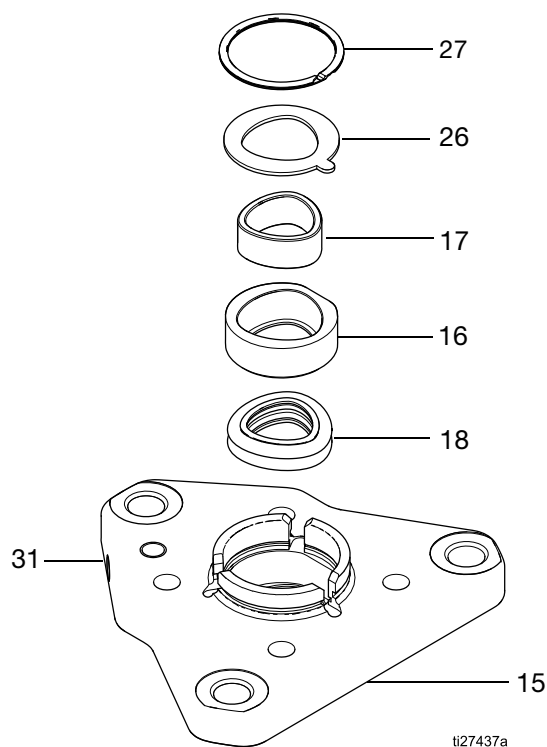
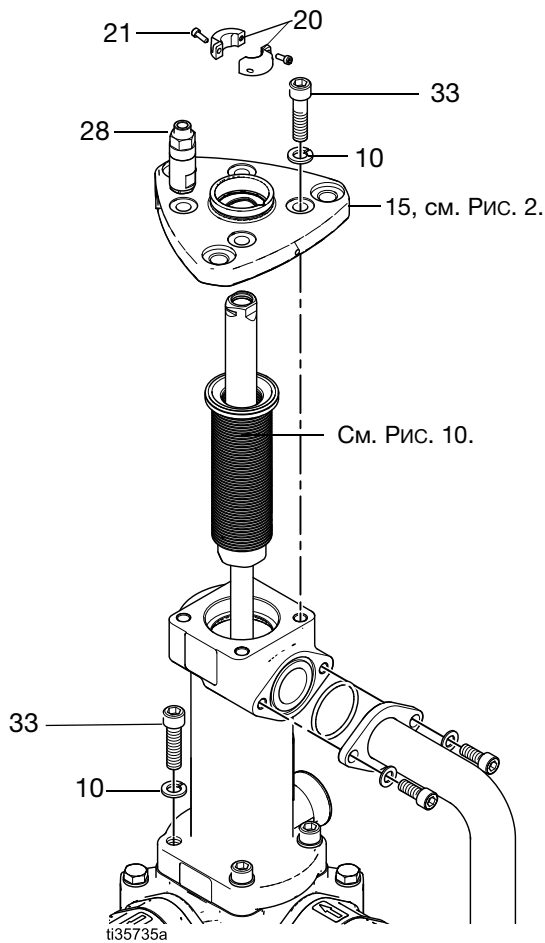

Рис. 2. Верхняя пластина в сборе
Рис. 8. Разборка или обратная сборка сильфонной секции
1. Снимите фиксирующую муфту (20), выкрутив винты (21).
2. Извлеките четыре винта с колпачком (33) и шайбы (10) из верхней пластины (15).
3. Аккуратно поднимите верхнюю пластину (15) вверх для снятия с сифонной камеры (13). Следите за тем, чтобы верхняя пластина (15) сохраняла горизонтальное положение.
ПРИМЕЧАНИЕ. См. Рис. 2, стр. 8. Стопорное кольцо (27), стопорная шайба (26), гнездо подшипника (16), подшипник (17) и опорное уплотнение (18) вставлены в верхнюю пластину (29) и снимаются вместе с ней.
4. Если сифон поврежден, также снимите клапан сапуна (28) с верхней пластины. Удалите все остатки краски из канала для жидкости.
См. Рис. 2, стр. 8.
- Установите верхнюю пластину в сборе (15) (см. Рис. 2, стр. 8) на сильфон в сборе (14), совместив выступы на гильзе сильфона (22) с выступами на опорном уплотнении (18). Для установки в требуемое положение поворачивайте с шагом 90°, следя за тем, чтобы отверстия для болтов совпадали.
2. Зафиксируйте нижний корпус (8) в тисках.
3. Снимите фиксирующую муфту (20), выкрутив винты (21).
4. Извлеките четыре винта с колпачком (33) и шайбы (10) из верхней пластины (15). Это позволит сильфону вращаться вместе с верхней пластиной. См. Рис. 8, стр. 12.
5. Чтобы снять верхнюю пластину (15) с сильфонной камеры (13), аккуратно поднимите ее вверх. Во время снятия следите за тем, чтобы верхняя пластина (15) сохраняла горизонтальное положение.
ПРИМЕЧАНИЕ. См. Рис. 2, стр. 8. Стопорное кольцо (27), стопорная шайба (26), гнездо подшипника (16), подшипник (17) и опорное уплотнение (18) вставлены в верхнюю пластину (15) и снимаются вместе с ней.
6. Аккуратно снимите стопорное кольцо (27), стопорную шайбу (26), корпус подшипника (16), подшипник (17) и опорное уплотнение (18) с верхней пластины (15). См. Рис. 2, стр. 8.